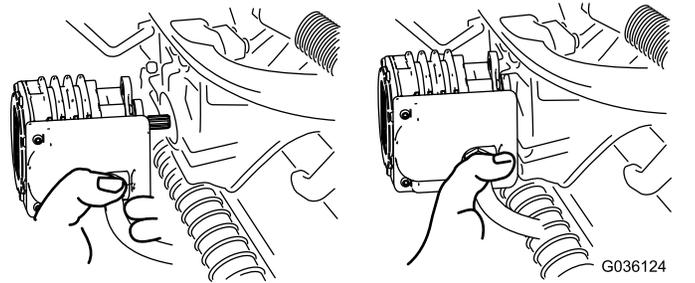

Figura 52
4. Mueva el motor al lugar de almacenamiento en la parte delantera del brazo de suspensión (Figura 52).